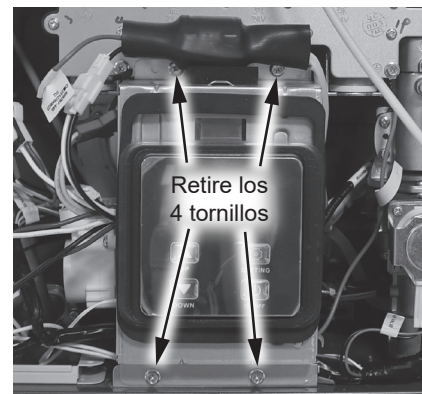

Figura 110 - Retiro de los tornillos del UIM y del soporte
- 7 Ubique el Módulo de interfaz de usuario (UIM) y el soporte. Retire los cuatro tornillos que fijan el soporte al calentador de agua. Deje los tornillos a un lado en un lugar seguro para volver a instalarlos. Consulte la Figura 110.